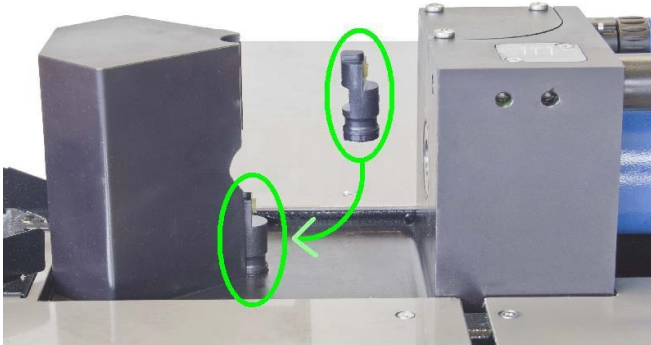

Abb. 58
- Setzen Sie den Sicherungsstift wie in Abb. 58 gezeigt ein